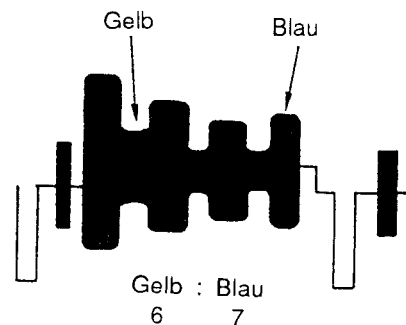

Abb. 2-18-2
(3) Matrix-Einstellung (Abb. 2-18-2)